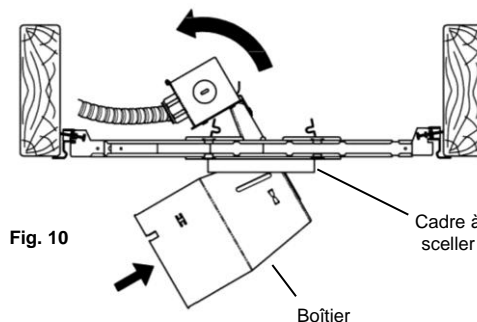
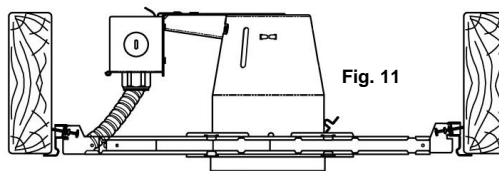

Fig. 10
Fig. 11
6. Faites glisser le boîtier dans l'orifice, comme indiqué. (Fig. 10 & Fig. 11)